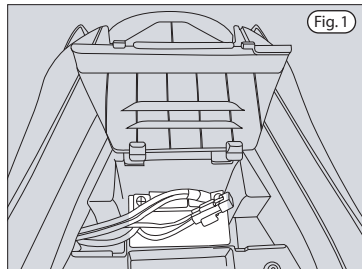

Fig. 1
- Regola il gioco del comando gas intervenendo sul registro 1 (fig. 1).
- Adjust the throttle control play by means of adjuster 1 (fig. 1).
- Régler le jeu de la commande gaz en intervenant sur le réglage 1 (fig.1).
- Das Spiel am Gasgriff an der Einstellvorrichtung 1 (fig.1) einstellen.
- Regular el juego del mando gas actuando sobre el regulador 1 (fig.1).